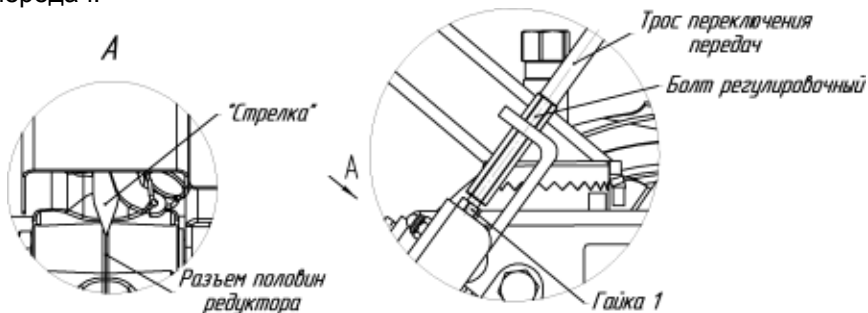

Рис.20 Регулировка переключения передач
2. Проверить расположение "стрелки" на редукторе, она должна указывать на разъем половин редуктора (рис.20).
3. Если "стрелка" смещена относительно разъема половин редуктора, то необходимо расконтрить Болт регулировочный отвернув Гайку 1 (рис.20).